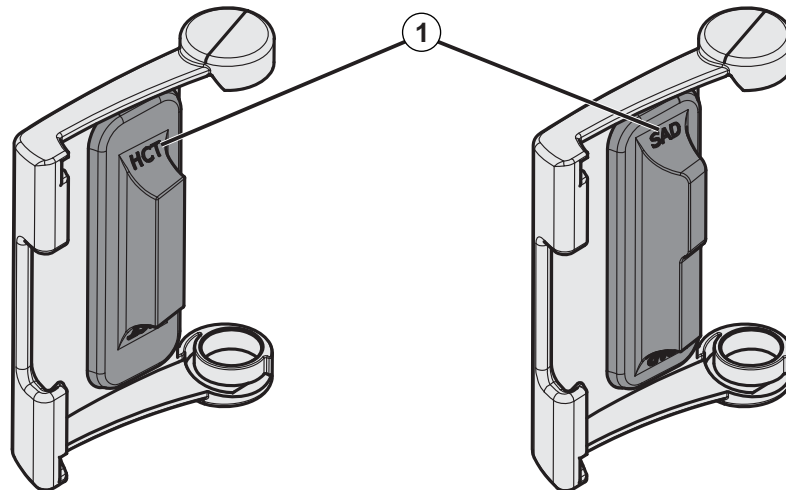

Fig. 7-21 Typemarkering på HCT- og SAD-sensordæksel
Dækslerne er markeret på fronten med henholdsvis en rød (HCT) og en blå prik (SAD) og på indersiden med *HCT* og *SAD* (se Fig. 7-21, ①).